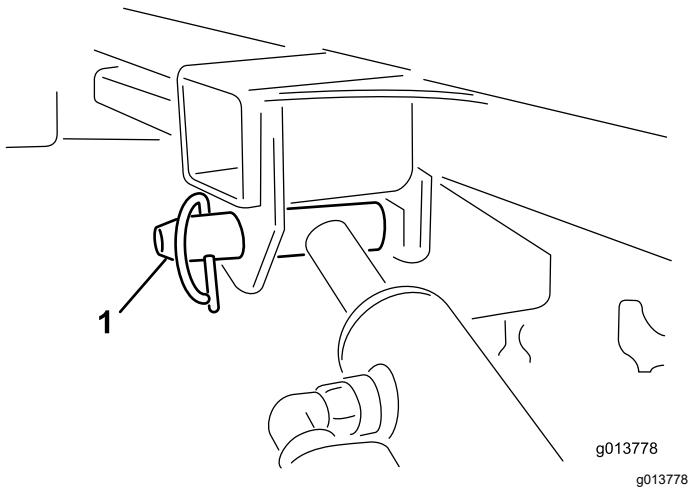

Figura 54
11. Com uma mão, segure o cilindro de elevação. Com a outra, remova o pino de bloqueio do cilindro de elevação (Figura 54).